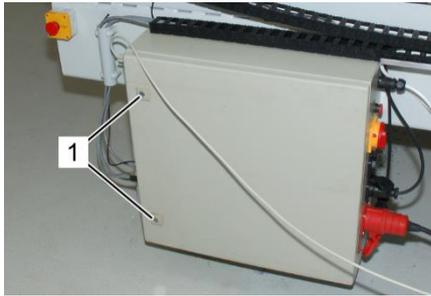

Abb. 48: Steuergerät
3. Am Steuergerät beide Schlösser (Abb. 48/1) mit Sicherheitsschlüssel öffnen.